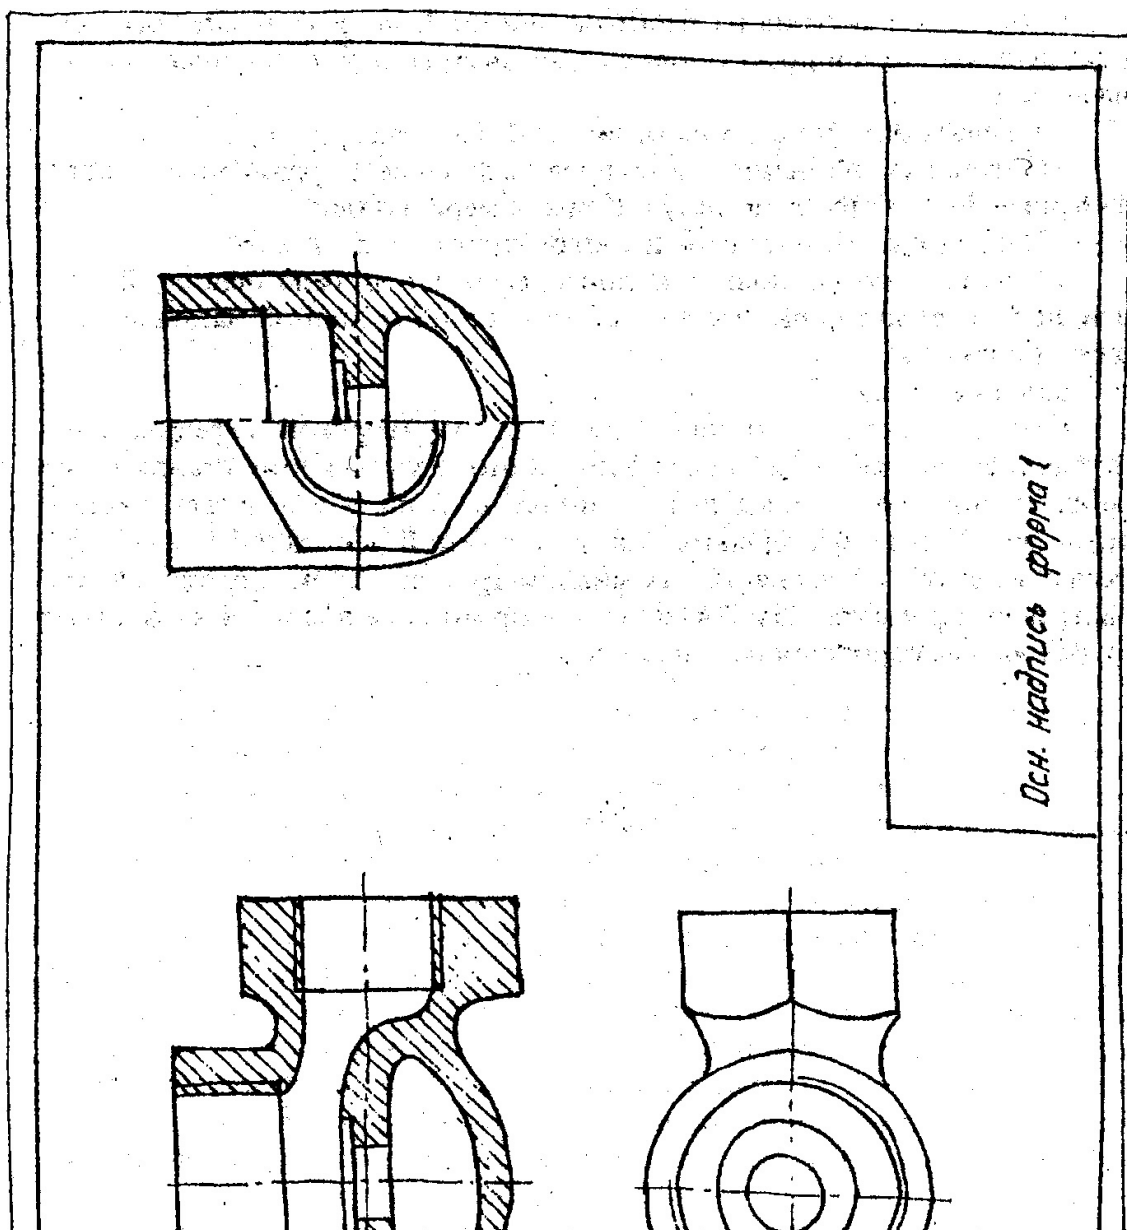

Рис. 14
10) Делается штриховка на разрезах и сечениях (рис. 14);